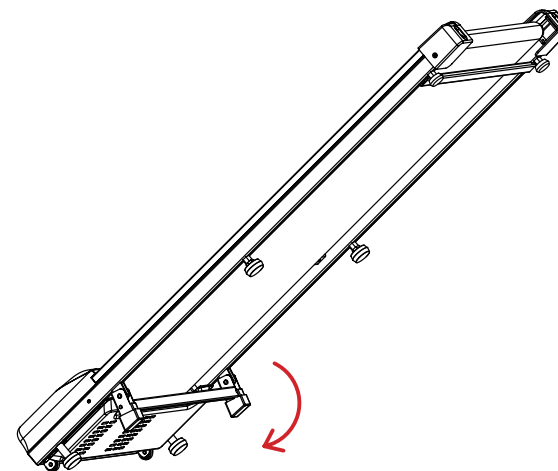

Figura 1
3. Ajuste de la inclinación: Levante la cinta de correr por el extremo posterior y pateee el soporte de ajuste de la inclinación en la dirección de la flecha de la Figura 1, para que la cinta pueda alcanzar una inclinación mayor, luego gire la almohadilla del pie central hacia abajo hasta que se apoye en el suelo y mantenga el equilibrio, como se muestra en la Figura 2.